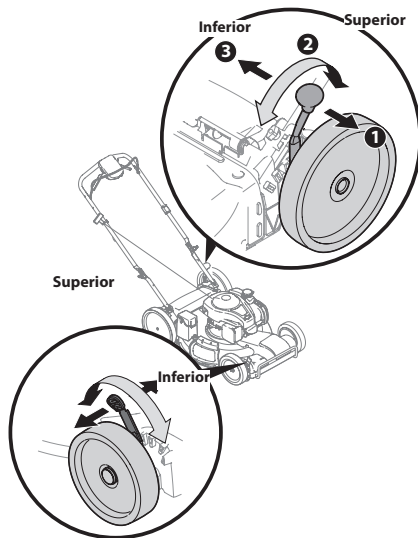

Figura 2-12
1. Tire de la palanca de ajuste de altura hacia la rueda (la unidad tiende a caer cuando la palanca se mueve hacia afuera). Consulte la Figura 2-12.